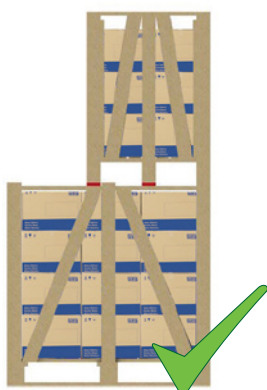
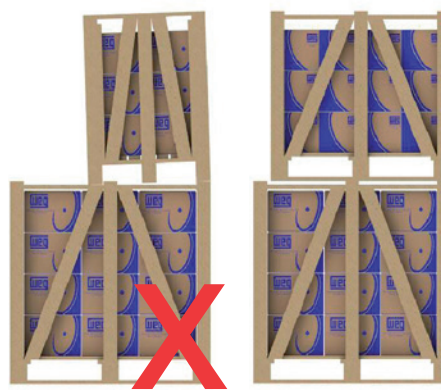

Figura 28 - Empilhamento adequado
Figura 29 - Empilhamento inadequado
- 3) Os pés das embalagens superiores devem estar apoiados sobre calços de madeiras (Figura 28) e não sobre as fitas de aço e nem tampouco ficar sem apoio (Figura 29);